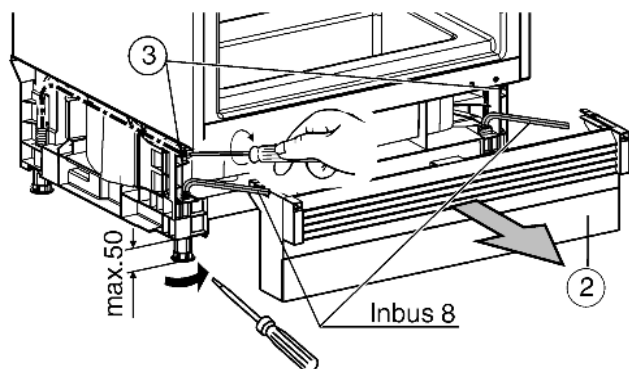

Fig. 8
- ▶ Выравнивание устройства с помощью установочных опор: выкрутите задние установочные опоры, используя винты Fig. 8 (3). Если передние установочные опоры выкручены, то вращайте с помощью отвёртки. Если передние установочные опоры вкручены, то выкрутите установочные ножки торцевым шестигранным ключом на 8 мм. Устройство должно быть слегка зажато в нише между полом и столешницей!